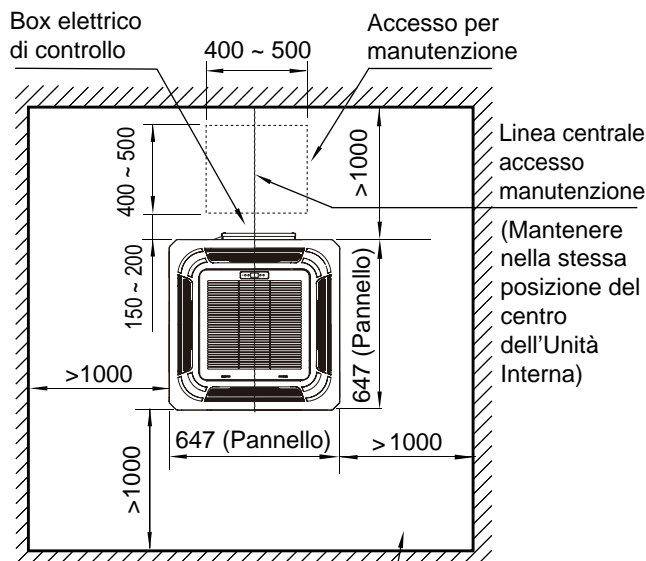
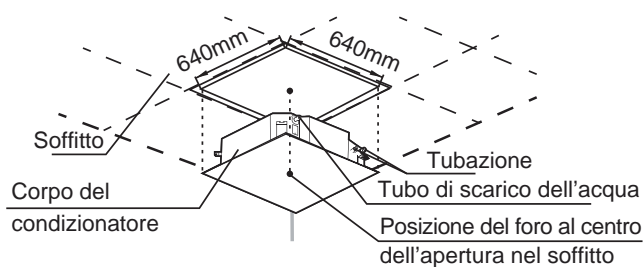

Fig. 2.1
Fig. 3.5
- 1 Realizzare un foro quadrato di 640 x 640 mm nel soffitto, in base alla forma della piastra di installazione (accessorio 2): vedi Fig. 3.5; vedi Fig. 2.1 per l'accesso manutenzione.